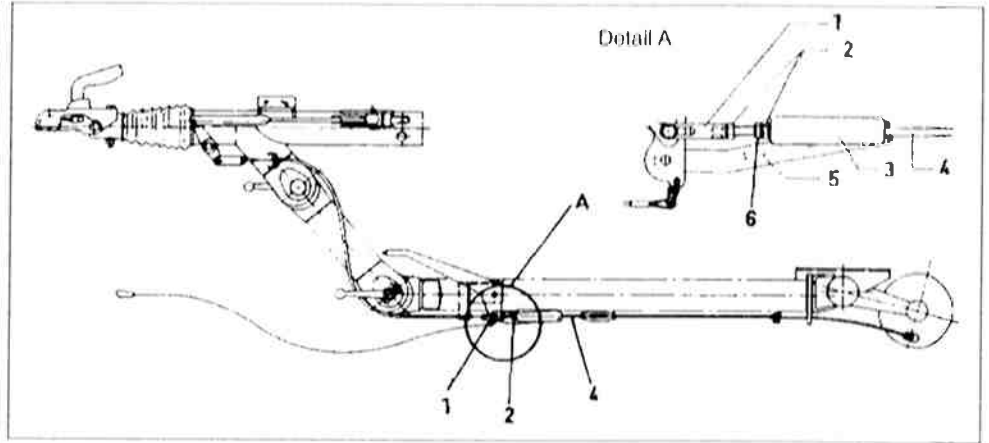

Bild 52
- \* In Höhe des Gabelkopfes (Bild 52, Pos. 1) die Mutter lösen (Bild 52, Pos. 2) und das Gestänge um zwei oder drei Umdrehungen losschrauben (eine Hilfsmarke setzen).
- \* Die Mutter festziehen (Bild 52, Pos. 2).
- \* Den Federzylinder bis an den Zugbügel heranbringen (Bild 52, Pos. 5) und die Mutter bis auf ein Spiel von max. 1 mm festziehen, dann die Gegenmutter festziehen (Bild 52, Pos. 6).
Dank des Federzylinders, der mit dem Feststellbremshebel verbunden und, wie in Bild 52 gezeigt, auf das Gestänge montiert ist, braucht nur der Hebel der Feststellbremse bis zum letzten Zahn nach hinten gezogen zu werden, um den Anhänger zu bremsen.